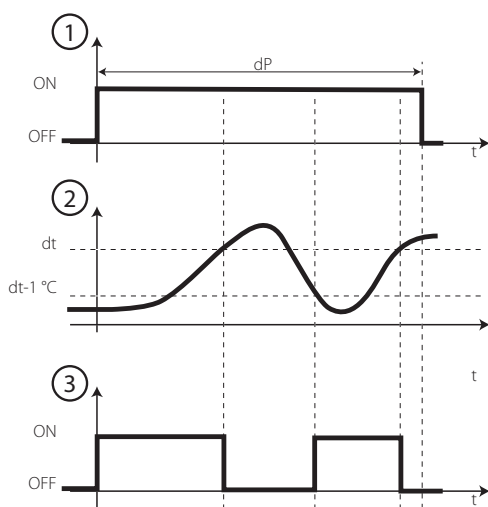

Fig. 4.g
- Zeitabhängig bei elektrischer, temperaturgeregelter Abtattung; für eine programmierbare Zeit: der Abtaueingang wird nur aktiviert, wenn die Temperatur unter der Schwelle für Abtauende liegt, was Energieeinsparung und eine Abtattung des Verdampfers auch unter extremen Bedingungen garantiert (siehe Fig. 4.g).